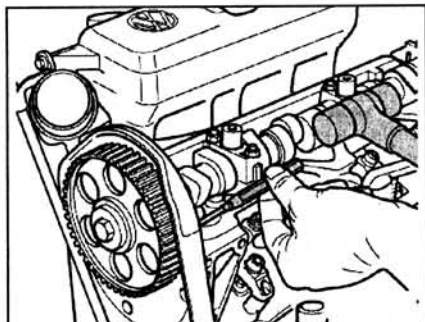

Рис. 2.105. Снимите шкив с конусной поверхности распределительного вала с помощью пробойника и молотка (через отверстие в заднем кожухе зубчатого ремня).
20. Ослабьте болт крепления шкива распределительного вала на 1/2 оборота (рис. 2.105). Снимите шкив с конусной поверхности распределительного вала с помощью пробойника и молотка (через отверстие в заднем кожухе зубчатого ремня).